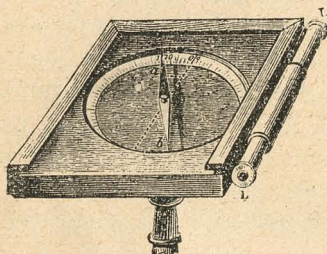

Fig. 198.—Brújula de declinación.
*Brújula de declinación.*—Se obtiene la declinación con la *brújula de declinación*, formada de una aguja imantada (fig. 198), móvil al rededor de un eje vertical. Un anteojo  $L L'$  permite colocar el instrumento en el plano del meridiano geográfico, y el ángulo que forma esta dirección con la aguja da el valor de la declinación.